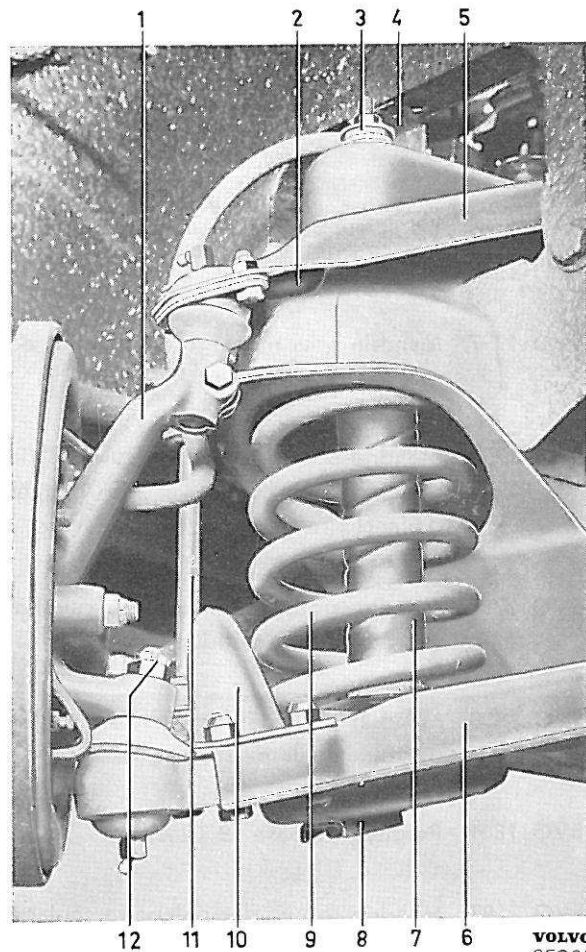
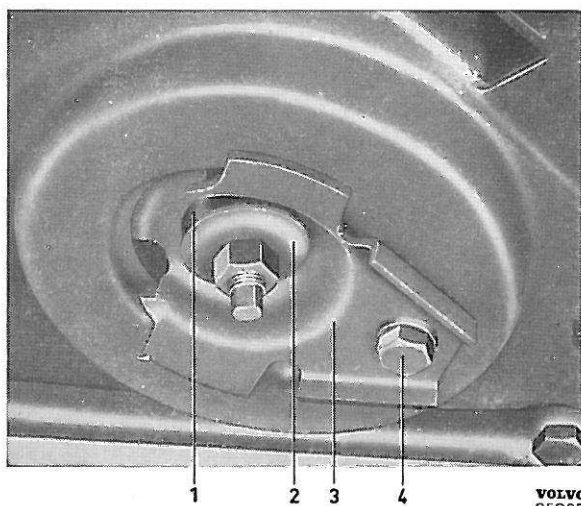

Figure 1. Suspension avant
Figure 2. Fixation inférieure de l'amortisseur avant
4. Enlever les écrous de l'amortisseur, les rondelles et les bagues caoutchouc extérieures (3, figure 1 et 1, figure 2). Retirer la vis (4, figure 2) pour la plaque de fixation (3) et retirer celle dernière vers le bas, ainsi que l'amortisseur.
6. Déconnecter la barre stabilisatrice du triangle inférieur de commande. Enlever l'écrou (12, figure 1) du joint à rotule inférieur.